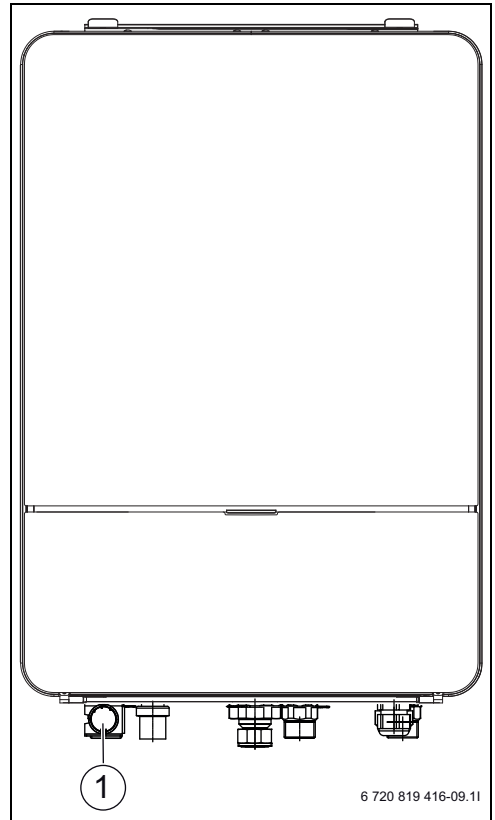
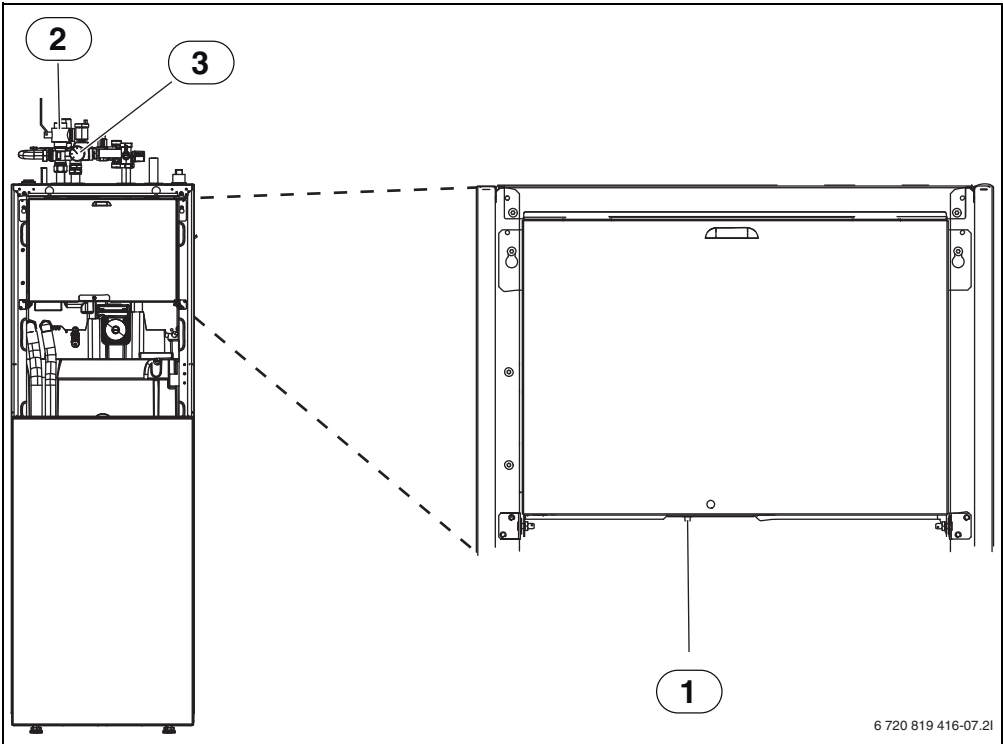

Bild 4 AWE
Bild 8 AWM/AWMS
- ▶ Druck am Manometer überprüfen (→ Bild 4 oder Bild 8).